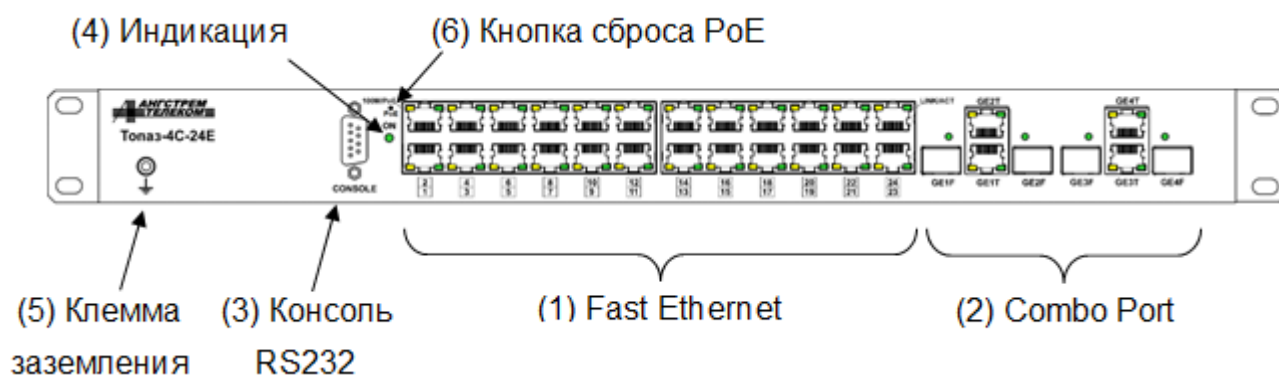

Рисунок 4.2.2 – Порты коммутатора Топаз-4С-24Е24Р-Т
На переднюю панель коммутаторов, предназначенных для установки в стойку 19'/1U, выведены разъемы интерфейсов Ethernet типа RJ-45 (1), с поддержкой PoE в зависимости от модификации, разъемы типа Combo Port (2), интерфейс управления Console RS-232 типа DB-9 (3), индикация работы (4), клемма заземления (5), кнопка сброса подсистемы PoE (6), рисунок 4.2.2. Разъемы сетевого и резервного питания расположены на задней панели коммутатора.